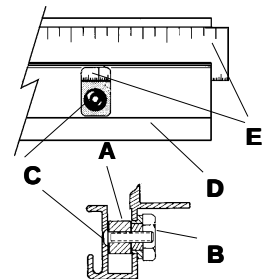

Figure 8
J. See **Figure 8**. Lay a long straight edge on the **SQUARING EDGE BARS (A)** of both the **LEFT** and **RIGHT SUPPORTS**. Rotate the **EXCENTRIC NUT (B)** behind the **BUTTON HEAD SCREW (C)** in the **RIGHT SUPPORT (D)**. This will raise or lower the **RIGHT SQUARING EDGE BAR**. Raise it until the **SQUARING EDGE BAR** and straight edge **(E)** touch. You can observe this through the cut out where you see the button head screw. Tighten the **BUTTON HEAD SCREW** while holding the **EXCENTRIC NUT** so it can not turn.
J. Siehe **Abbildung 8**. Legen Sie ein langes Lineal auf die **Winkelleisten (A)** der **rechten** und **linken Halterungen**. Drehen Sie die **Exzentrikmutter (B)** hinter der **Halbrundkopfschraube (C)** in die **rechte Halterung (D)**. Jetzt kann die **rechte Winkelleiste** nach oben oder unten bewegt werden. Bewegen Sie die **Winkelleiste** nach oben, bis sie das Lineal **(E)** berührt. Sie können dieses durch den Ausschnitt beobachten, wo Sie die **Halbrundkopfschraube** sehen können. Halten Sie die **Exzentrikmutter** fest und ziehen Sie die **Halbrundkopfschraube** fest an.
J. Référez-vous à la Figure 8. Placez une longue règle de précision sur les **BARRES DE BORD D'ÉQUARRISSAGE (A)** des **SUPPORTS DROIT ET GAUCHE**. Faites tourner l'**ÉCROU EXCENTRIQUE (B)** derrière le **BOULON À TÊTE DEMI ARRONDIE (C)** situé dans le **SUPPORT DROIT (D)**. Ceci fera monter ou descendre la **BARRE DE BORD D'ÉQUARRISSAGE DROITE**. Soulevez-la jusqu'à ce que la **BARRE DU BORD D'ÉQUARRISSAGE** et la règle **(E)** se touchent. Serrez la **VIS À TÊTE DEMI ARRONDIE** tout en tenant l'**ÉCROU EXCENTRIQUE** de manière à ce qu'il ne tourne pas.